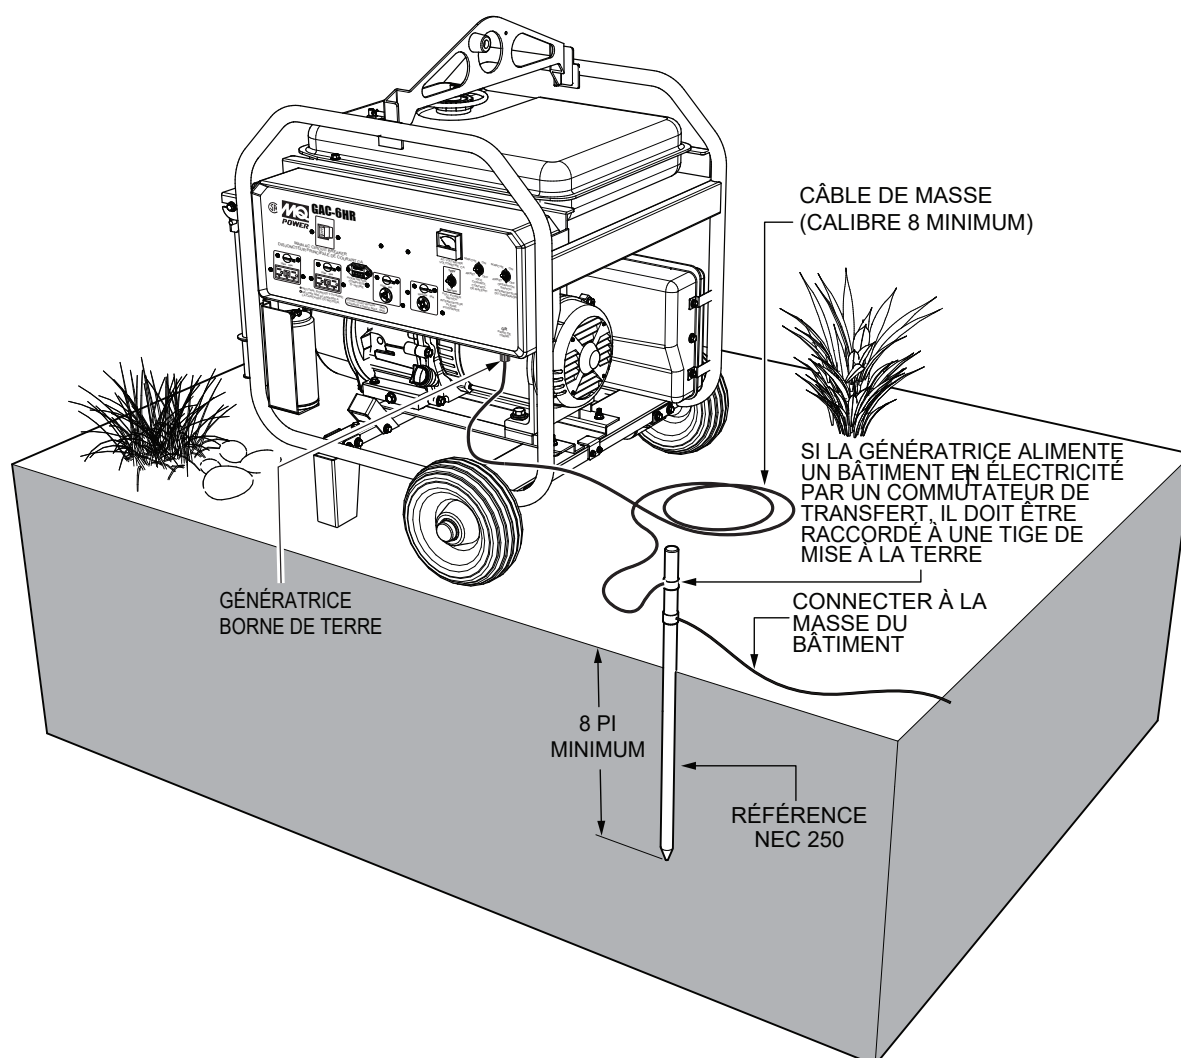

Figure 3. Mise à la terre de la génératrice
Connecter une extrémité du câble de masse au point de mise à la terre de la génératrice (Figure 3). Brancher l'autre extrémité du câble de masse à une mise à la terre appropriée (tige de mise à la terre).
L'Occupational Safety and Health Administration (OSHA) et le Code national de l'électricité (NEC) recommandent que, si la génératrice alimente une maison, un bureau, un magasin, une remorque ou d'autres structures similaires, elle **doit** être raccordée à un système d'électrodes de mise à la terre, comme une tige de mise à la terre actionnée (Figure 3).
Le cas échéant, pour se protéger contre les décharges électriques et les dommages possibles à la génératrice, il est important d'assurer une bonne mise à la TERRE (Figure 3).
2. Lors de la mise à la terre de la génératrice (Figure 3), connecter une extrémité du câble de masse à la cosse de mise à la terre de la génératrice. Brancher l'autre extrémité du câble de masse à la tige de mise à la terre.